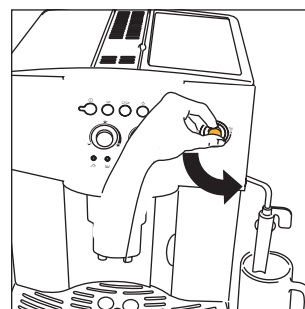
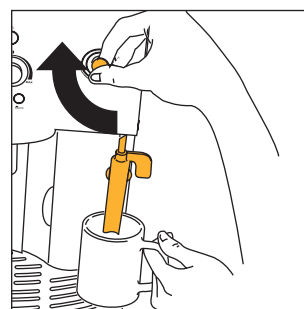
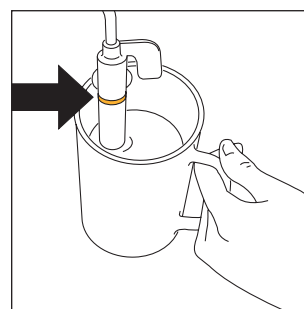

Fig.5
Fig.23
Fig.24
3. **MED EN GANG ETTERPÅ, INNEN 30 SEKUNDER**, vri dampbryteren mot urviserne helt til den stanser (fig. 5) (det er helt vanlig at maskinen bråker når du gjør dette).
- Vri dampbryteren en halv gang mot urviserne helt til den stanser (fig. 5): Det vil nå komme varmt vann ut av cappuccinomaskinen som samles opp i beholderen under.
- **Med én gang etterpå og innen maks. to minutter** (ellers går maskinen automatisk tilbake til kaffefunksjonen), senk cappuccinomaskinen ned i melkebeholderen (fig 23). Pass på ikke å dyppe avlesningslinjen på selve cappuccinomaskinen (angitt av pilen i fig. 24 ned i melken). Vri dampbryteren en halv gang mot urviserne helt til den stanser (fig. 5). (Pass på at du ikke brenner deg). Det kommer nå damp ut fra cappuccinomaskinen som gir melken et kremaktig utseende og gjør den større i volum. For å få mer kremaktig skum, senk cappuccinomaskinen ned i melken og la beholderen dreie med sakte bevegelser nedentil og oppover (det anbefales å ikke bruke dampfunksjonen i mer enn 2 minutter om gangen).
- Slipp ut litt damp i noen sekunder ved å vri dampbryteren mot urviseren helt til den stanser (fig. 5). Når du gjør dette vil røret